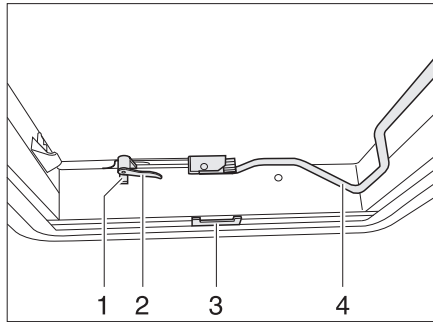
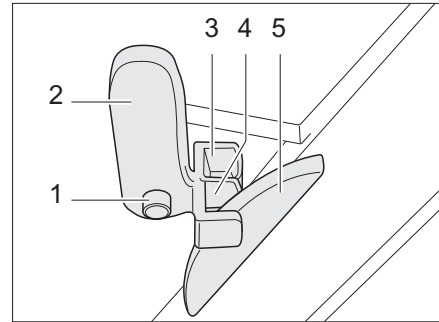

Bild 50 Heki-taklucka, stängd
Bild 51 Heki-takluckan i ventilationsläge 1
- Tryck ned låsknappen (Bild 50,1) och vrid låsarmen (Bild 50,2) ett kvarts varv inåt.
- Dra ut bygel (Bild 50,4) nedåt, så att spärren släpper.
- Vrid låsarmen (Bild 50,2 och Bild 51,2) ett kvarts varv. Takspärrens tapp (Bild 51,5) måste hakas in i den översta fäst delen (Bild 51,3).
- Tryck på låsknappen (Bild 51,1) och vrid tillbaka låsarmen (Bild 51,2). Takspärrens tapp (Bild 51,5) måste hakas in i den nedre fäst delen (Bild 51,4).